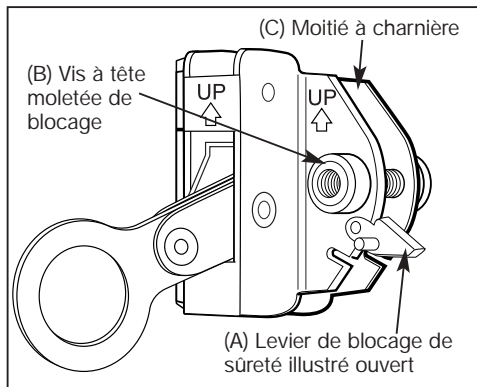

FIGURE 1
- 2.4 Pour ouvrir le coulisseau, relevez le levier de blocage de sûreté (A) en position d'ouverture (figure 1).